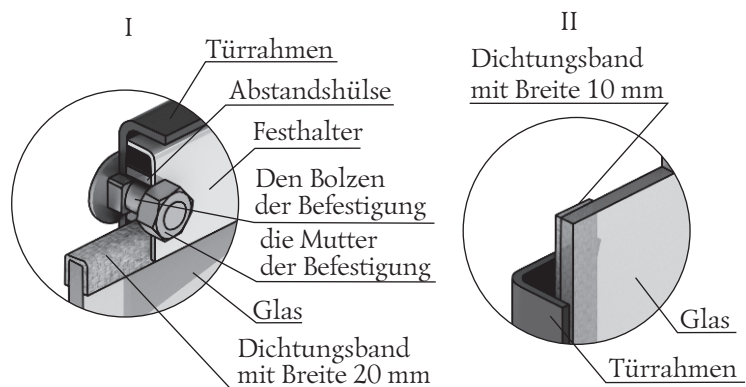

Bild 16. Befestigung des lichtdurchlässigen Schirms der Modelltür «Vitra»
1. 2 Muttern lösen, die den Festhalter fixieren (Bild 16.I), und ihn und Abstandshülse demontieren.
3. Nehmen Sie ein neues Glas, wenn es keine Dichtungsbänder hat, ist zu kleben: Band mit Breite 20 mm wird über und unter das Glas «П»-förmig (Bild 16.I), Band mit Breite 10 mm wird senkrecht, Glasseitenwände entlang (Bild 16.II)geklebt.
Glas und den Türrahmen geklemmt sein (Bild 16.II).
ACHTUNG! Muttern, die den Festhalter befestigen, werden an die Befestigungsschrauben durch Abstandshülse angezogen (Bild 16.I).